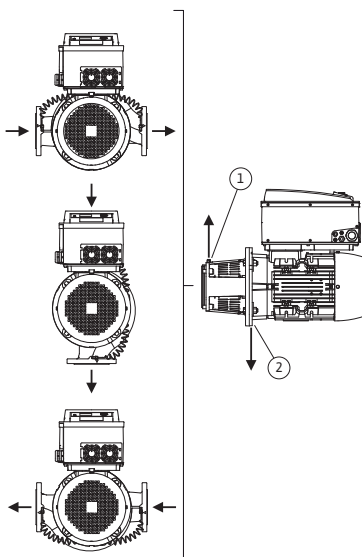
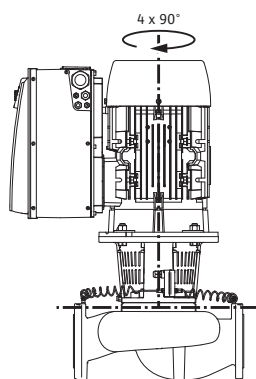

Fig. 18: Posizioni di montaggio ammesse con albero del motore orizzontale
Fig. 19: Posizioni di montaggio ammesse con albero del motore verticale
Le posizioni di montaggio ammesse con albero del motore orizzontale e modulo elettronico verso l'alto (0°) sono illustrate nella Fig. 18. Non sono raffigurate le posizioni di montaggio ammesse con modulo elettronico montato lateralmente (+/- 90°). Sono consentite tutte le posizioni di montaggio tranne "modulo elettronico verso il basso" (-180°). La disaerazione della pompa è garantito solo se la valvola di sfiato è rivolta verso l'alto (Fig. 18, pos. 1).
Solo in questa posizione (0°) il condensato formatosi può defluire attraverso il foro presente, lanterna della pompa e motore (Fig. 18, pos. 2).
- La valvola di sfiato sulla lanterna (Fig. 6, pos. 1.31) in caso di albero del motore orizzontale deve sempre essere rivolta verso l'alto (Fig. 6a: e Fig. 6b:). In caso di albero del motore verticale è permesso ogni orientamento. Vedere a questo riguardo anche Fig. 18: "Posizioni di montaggio ammesse con albero del motore orizzontale" a pagina 92 o Fig. 19: "Posizioni di montaggio ammesse con albero del motore verticale" a pagina 93.
- Con albero del motore orizzontale è necessario che il foro di condensa sia rivolto verso il basso (Fig. 18, pos. 2). Eventualmente il motore deve essere ruotato corrispondentemente.